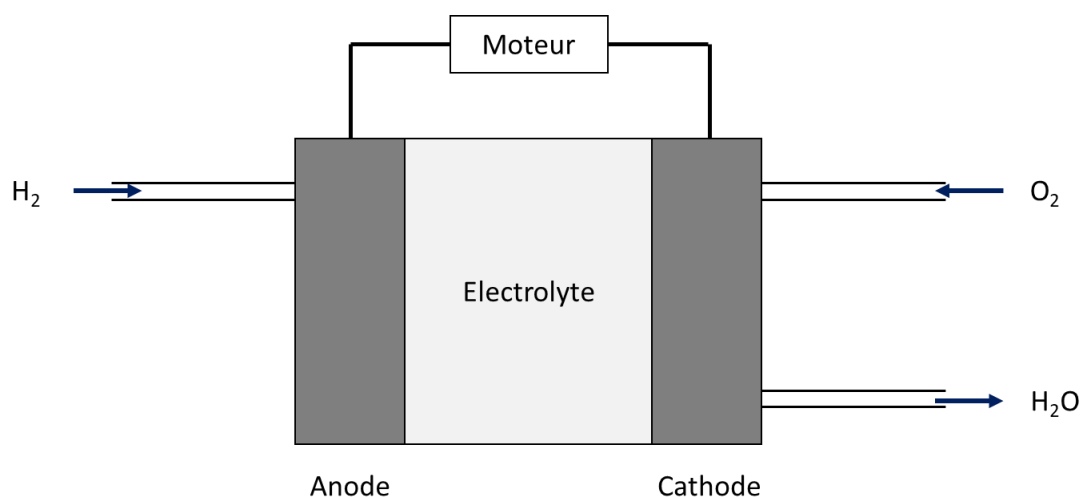

Figure 2
Le dihydrogène libéré par l'acide formique est utilisé comme combustible dans une pile à combustible. L'autre réactif est le dioxygène O₂(g). Il est utilisé comme comburant. Un schéma simplifié de la pile est reporté sur la *figure 2*.
- C5.** En vous aidant du schéma de la *figure 2*, écrire les équations des demi-équations redox se déroulant aux deux électrodes (anode et cathode) lorsque la pile débite.